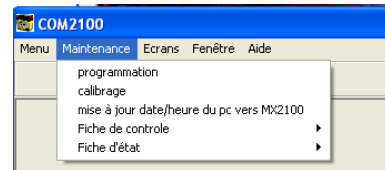

Figure 38 : le menu *Maintenance*
- Depuis le menu *Maintenance* (Figure 38), sélectionner *Programmation*.
- Depuis le menu *Maintenance*, (Figure 38), sélectionner le choix *Calibrage*.
- Depuis le menu *Maintenance*, (Figure 38), sélectionner le choix *Mise à jour date et heure du PC vers BM 25A/AW*.
- Depuis le menu *Maintenance*, (Figure 38), sélectionner le choix *Fiche de contrôle*.
A partir du menu *Maintenance* (Figure 38), suivre la même procédure que celle décrite au paragraphe *Le menu Fiche de contrôle* (fichiers .etx).